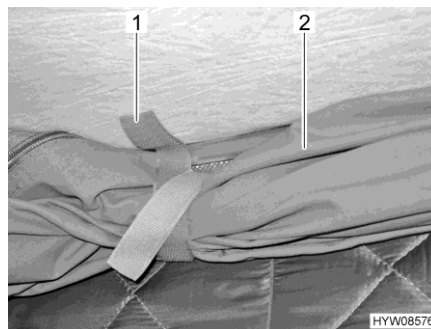

Fig. 55 Lengüetas de sujeción
- Soltar las lengüetas de sujeción (Fig. 55,1) en la lona enrollada (Fig. 55,2).
- Enrollar la lona (Fig. 55,2) y retenerla con las lengüetas de sujeción (Fig. 55,1).